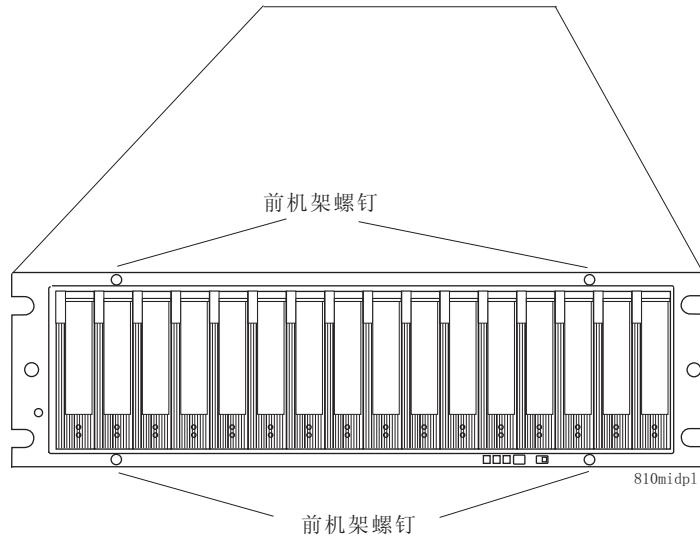

图 88. 前机架螺钉位置
9. 如第 144 页的图 88 所示, 使用 1 号十字螺丝刀拧开中面板上的四个前机架螺钉。
16. 拧紧四个前机架螺钉。请参阅第 144 页的图 88。